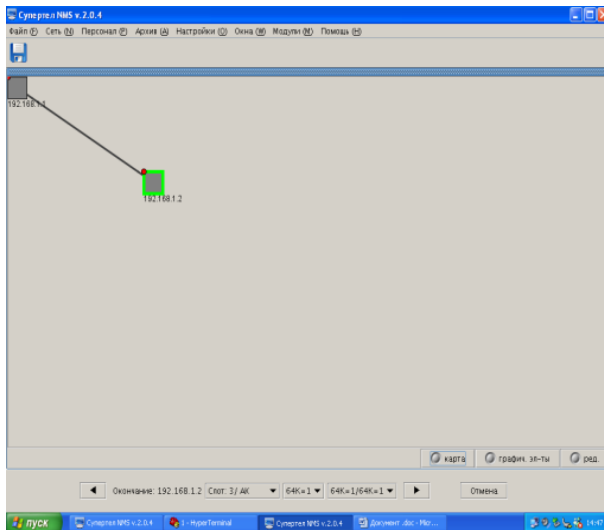

Рис. 32
19. Выбрать «Окончание» – мультиплексор 192.168.2.2 «Слот: 4/АК», нажать значок  (рис. 32).